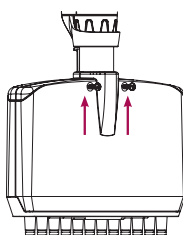

Bild 1
1. Schrauben Sie die zwei kleinen Schrauben aus der Rückseite des Gehäuses heraus und bewahren Sie diese sicher auf (Bild 1).